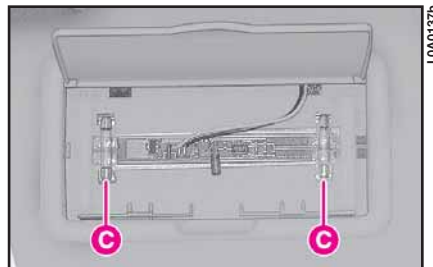

fig. 39
3) quite las lámparas **C** (fig. 39) separándolas de los contactos laterales y sustitúyalas;